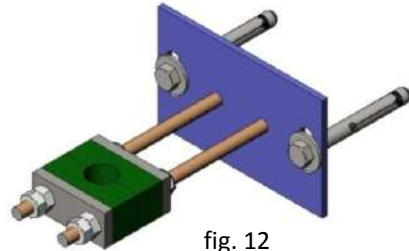

fig. 12
- Un support-guide de tige est recommandé (fig. 12) tous les 1,5m.